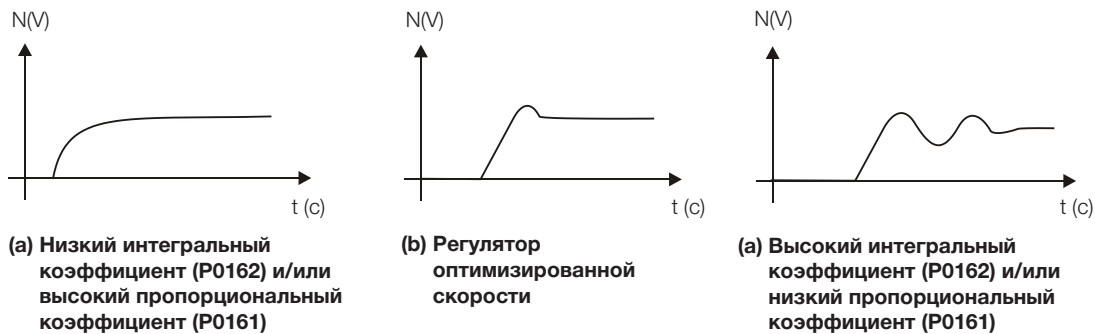

Рисунок 11.4. (a)–(c) Типы отклика регуляторов скорости
- 6. На рис. 11.4 на стр. 11-14 выберите, какой из графиков лучше всего подходит к полученному сигналу.
- 7. Отрегулируйте P0161 и P0162 в соответствии с типом отклика, представленным на рис. 11.4 на стр. 11-14.